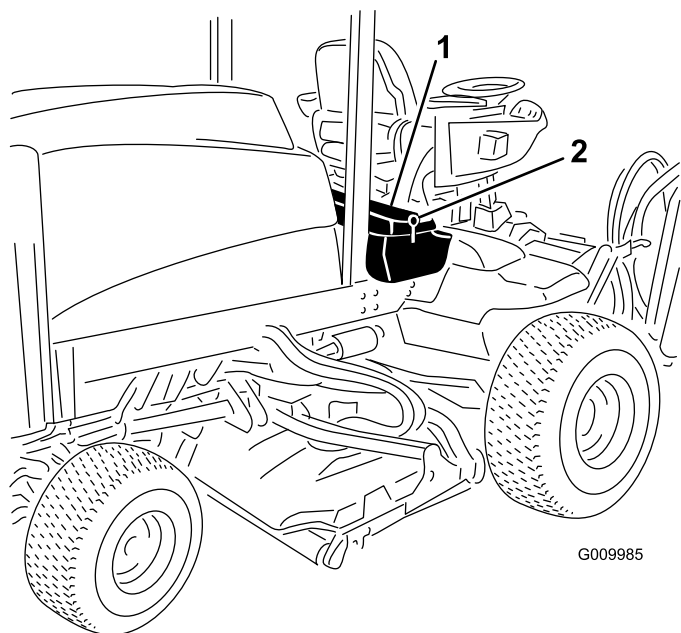

図 92
- 運転席のコンソールパネルのラッチを外して持ち上げる 図 92。